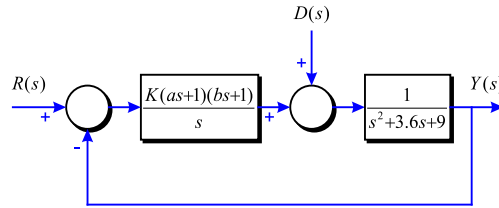

Figura 4-3
**Problema 111** Considereu el sistema de la Figura 4-3. És un control PID per a un sistema de segon ordre. Suposant que es manté l'entrada de referència  $R(s)$  constant: